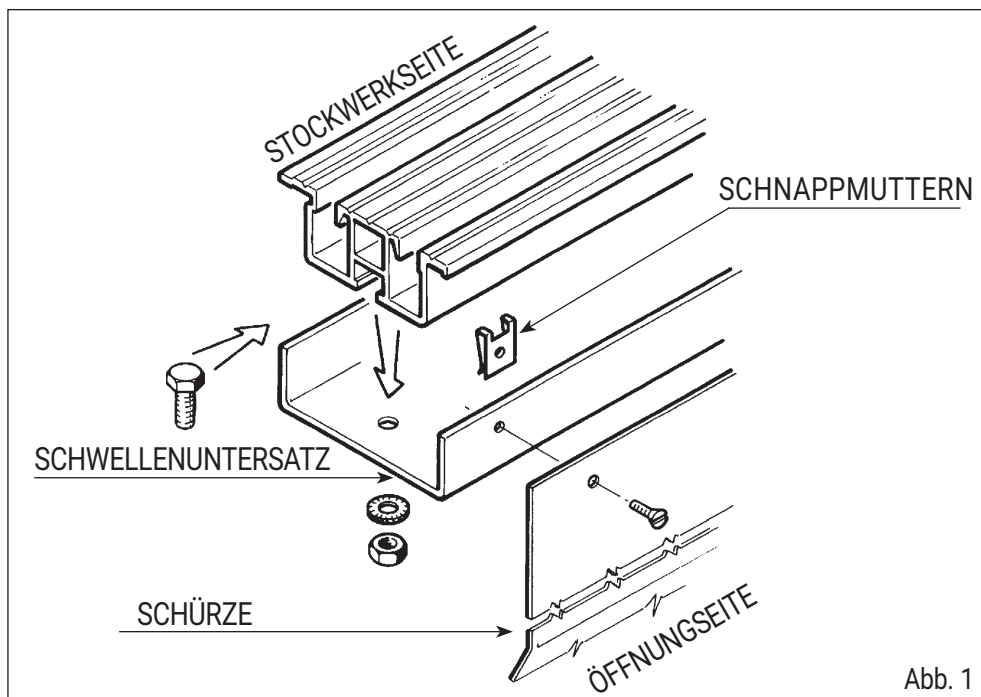

Abb. 1
Den Gleitschuh (2) durch leichten Druck auf den entsprechenden Support (1) schieben, bis die Krallen in den Absatz (3) einrasten (Abb. 1).
Den Gleitschuh auf den Exzenterbolzen schieben, bis die Kunststoffkrallen (1) in die Nut einrasten (Abb. 1). Zur Demontage hebt man die Krallen am Gleitschuh mit einem Schraubenzieher und drückt den Bolzen zurück.
Die Befestigung der Schwelle und der Blende erfolgt wie in der Abbildung 1 dargestellt.